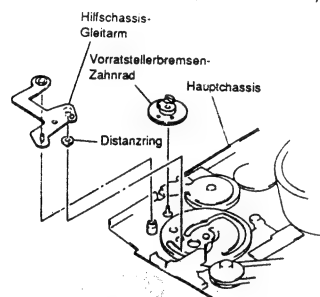

Abb. 2-62
(1) Hilfschassis-Gleitarm
- Den Hilfschassis-Gleitarm und den Distanzring aus dem Hauptchassis herausziehen (siehe Abb. 2-62).
(2) Vorratstellerschalen-Zahnrad
- Das Vorratstellerschalen-Zahnrad aus dem Hauptchassis herausziehen (siehe Abb. 2-62).